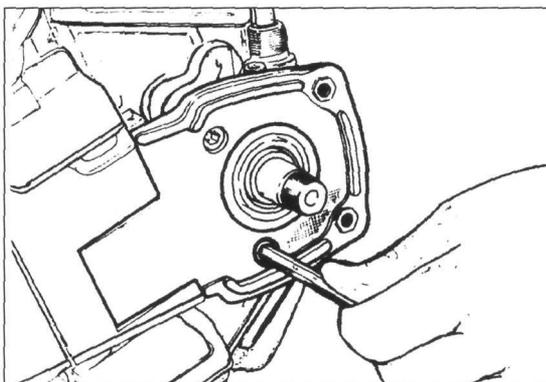

Bild 138
• Kunststoffabdeckung abnehmen (Bild 138).